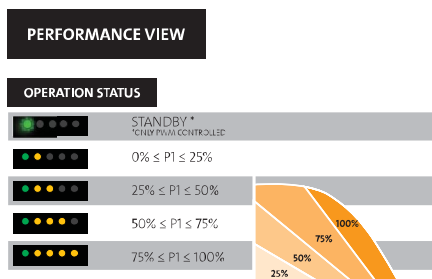

Abb. 43 Betriebsbereich in Abhängigkeit von der Leistungsaufnahme
- Ist die Umwälzpumpe in Betrieb, leuchtet die Meldeleuchte 1 grün. Die vier gelben Meldeleuchten zeigen die aktuelle Leistungsaufnahme, P1, entsprechend der nachfolgenden Tabelle an. Siehe Abb. 43.